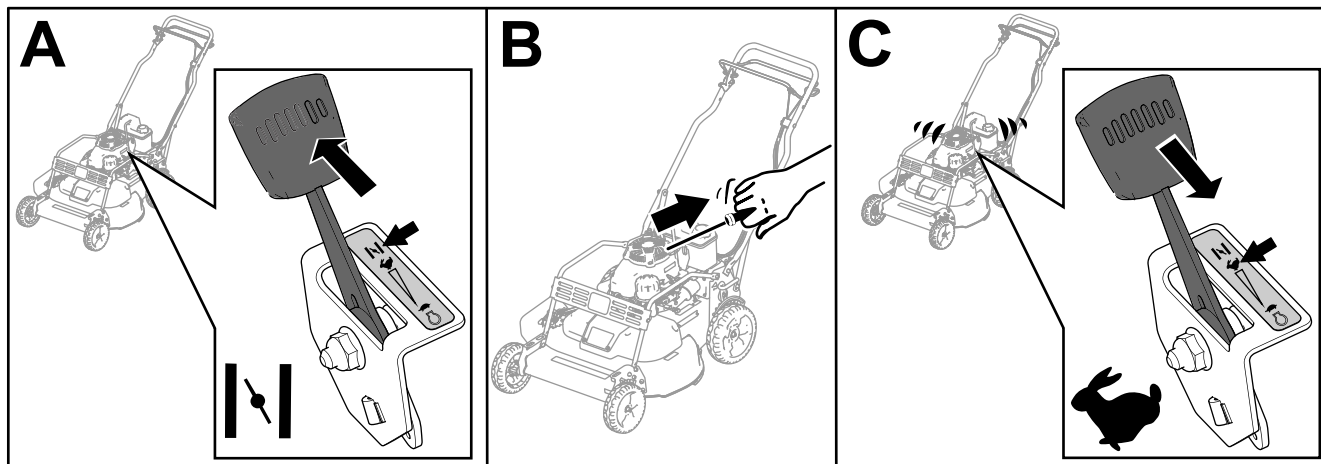

Bild 15
3. Stellen Sie die Gasbedienung auf die CHOKE-Stellung (A in Bild 15).
4. Ziehen Sie leicht am Startergriff, bis Sie einen Widerstand spüren. Ziehen Sie ihn dann kräftig durch (B in Bild 15).
5. Stellen Sie den Gasbedienungshebel auf die SCHNELL-Stellung, wenn der Motor anspringt (C in Bild 15).